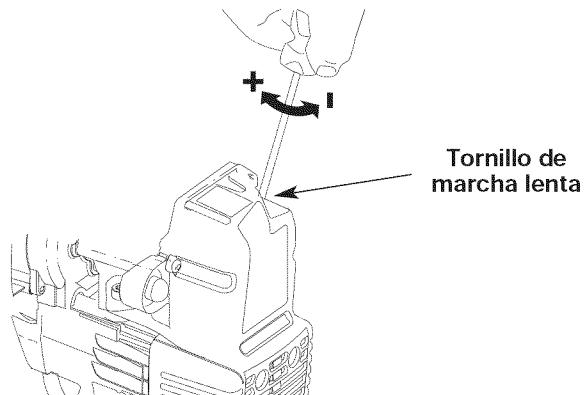

Fig. 17
La velocidad lenta del motor puede ser ajustada por la cubierta del silenciador / filtro de aire (Fig. 17).
2. Suelte el gatillo del regulador y deje que el motor funcione en marcha lenta. Si el motor se para, inserte un pequeño destornillador Phillips o de vástago plano en el orificio de la cubierta del silenciador / filtro de aire (Fig. 17). Gire el tornillo de marcha lenta en sentido horario, de a 1/8 de vuelta por vez (según sea necesario) hasta que el motor funcione en mínima.